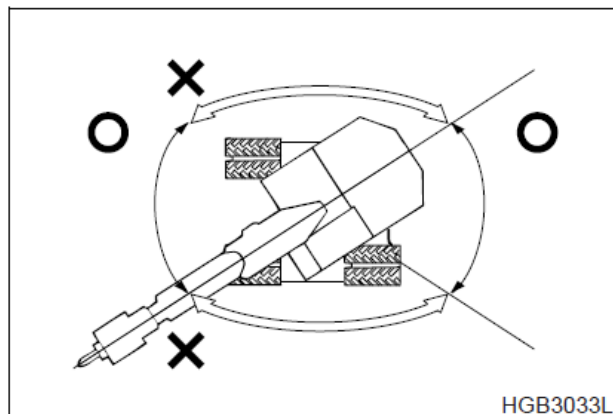

Рис. 79
8. Работать дробилкой следует только перед экскаватором или позади него. НЕ использовать дробилку с боковых сторон экскаватора. НЕ поворачивать дробилку из стороны в сторону при работе с нею. (Рис. 79)